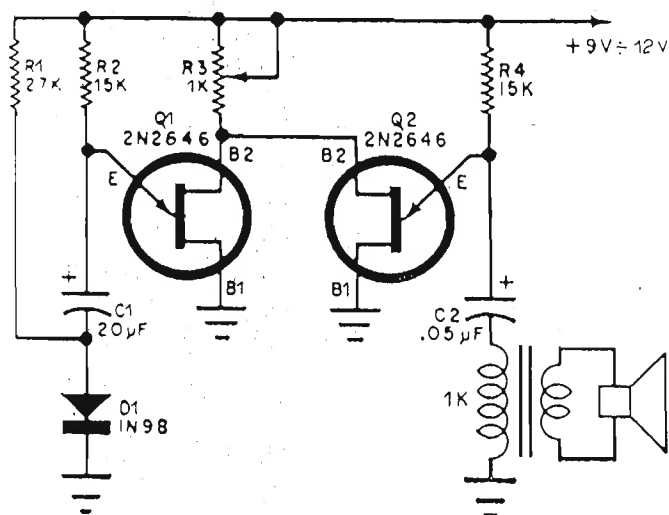

Figura 2.
Uno sperimentatore in vena romantica, Mauro Baldan di Seriate (BG), ha collaudato con successo un semplicissimo circuito con due transistor unigiunzione (UJT) in grado, dice, di emulare in modo soddisfacente il suono delle campane: **figura 2**.